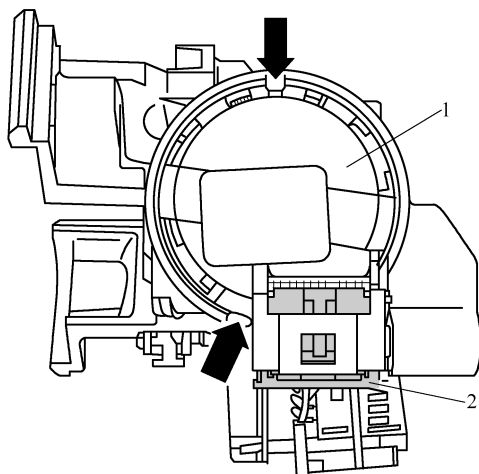

图 5-4-7 拆卸和安装点火开关
1) 拆卸, 如图 5-4-7 所示。
- ① 断开蓄电池搭铁线。
- ② 拆卸方向盘。
- ③ 拆卸转向柱饰板。
- ④ 揭开标签。
- ⑤ 从点火开关 D 上拔下插头。